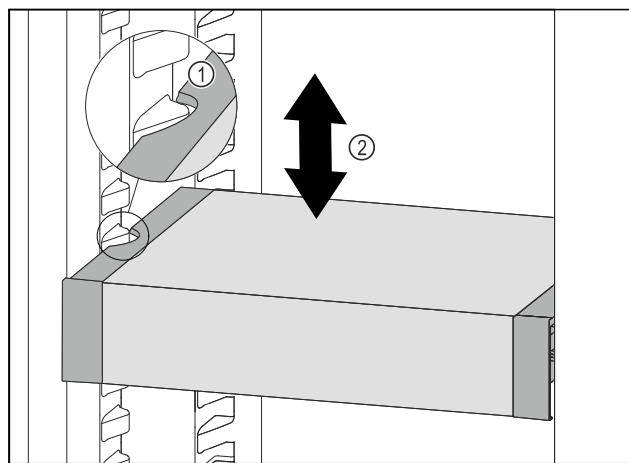

Fig. 82
- Trageți în față VarioSafe, până când degajările laterale ale VarioSafe se află la înălțimea nervurii recipientului din frigider. Fig. 82 (1)
- Mișcați în sus sau în jos VarioSafe în frigider, până când este atinsă înălțimea dorită. Fig. 82 (2)